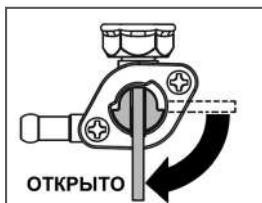

Рис. 12 Рычаг топливного крана
- Откройте топливный кран переводом рычага в вертикальное положение (Рис. 12).
В процессе работы генератора при температуре окружающей среды ниже -10°C в трубке 1 системы вентиляции картера происходит образование конденсата и его замерзание (Рис. 12). Это приводит к повышению давления в картере двигателя и выдавливанию моторного масла через сальники и прокладки, в результате чего происходит выход двигателя из строя из-за недостаточной смазки. Проверяйте трубку 1 системы вентиляции картера на наличие ледяной пробки каждые 30 минут или чаще (Рис. 14).